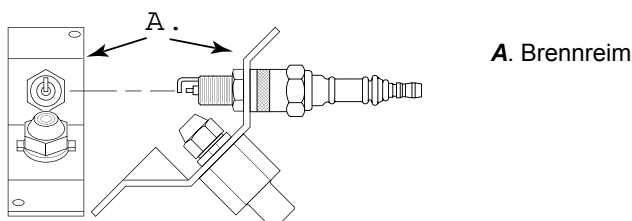

Figur 11 – Fjerning av tennplugg 10 kW Modell.
4. Kople tenkablene (7+8) fra tennspolen (se figur 11). Trekk tenkablene opp gjennom hullet i det nedre dekslet.
5. Kople fra brennstoffslangen og luftslangen. Ta fotocellen ut av braketten (se figur 11).